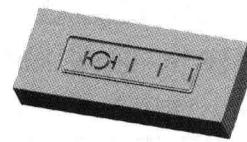

图 1.8 着色后的上半部分体积块
Step6. 系统弹出“属性”对话框，同时模型中的上半部分变亮，在该对话框中单击 **着色** 按钮，着色后的模型如图 1.8 所示。然后在对话框中输入名称 **upper_mold**，单击 **确定** 按钮。